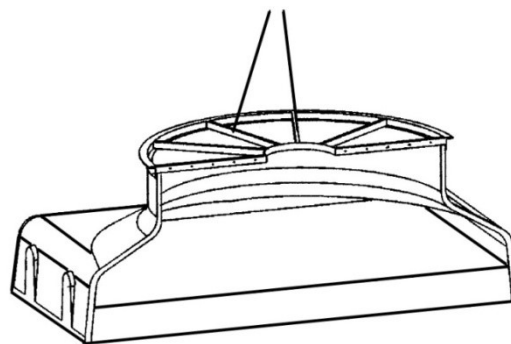

Fig. 6
- b) In the part not including the electric motor, hook a sling to two of the spokes of the fan supporting ring in the way shown in Figure 6. It can also be made through the eye bolts in the supporting ring.
- b) Dans la partie qui ne comporte pas le moteur, accrocher une élingue à deux des rayons de l'anneau support du ventilateur comme il est indiqué sur la figure 6. Aussi avec les points d'élévation de l'anneau.